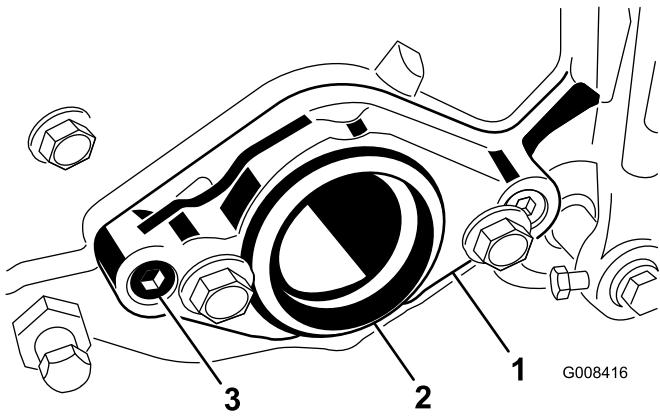

図 14
- B. カッティングユニット右側のベアリング・ハウジングについているプラスチック製のプラグを外す (図 14)。
- C. カッティングユニットの左側でモータ取り付け部を固定している六角ネジ (2本) を取る。モータ・マウント取り付け部を取り外す (図 14)。